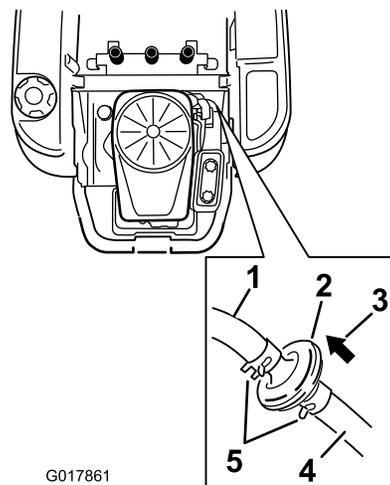

Bild 35
3. Klappen Sie den Sitz hoch und ermitteln Sie den Kraftstofffilter, wie in Bild 35 dargestellt.
4. Drücken Sie die Enden der Schlauchklemmen zusammen und schieben Sie sie vom Filter weg (Bild 35).
6. Setzen Sie einen neuen Filter ein. Der Pfeil für die Flussrichtung muss vom Kraftstofftank zum Motor zeigen. Schieben Sie die Schlauchklemmen eng an den Filter (Bild 35), um ihn zu befestigen.